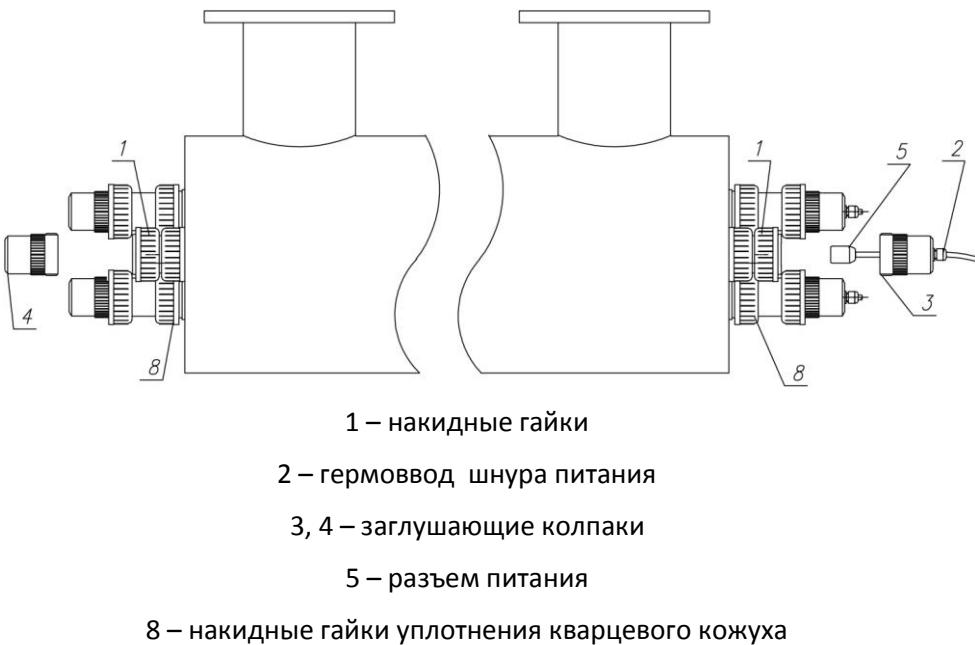

Рис. 3 Демонтаж УФ-лампы
- Открыть межфланцевую заслонку (1)
- закрыть заслонки (2) и (3) на входном и выходном патрубках УФУ
- 2) Открыть сливной шаровой кран (5) и слить часть воды до нулевого значения давления по манометру (4) , если необходимо (см. Рис. 3).
- 3) Открутить разъемное соединение (6) и засыпать в промывной трубопровод моющего средства (щавелевая кислота ГОСТ 22180-76) из расчета 200г на одну промывку.
- 4) Закрутить плотно разъемное соединение (6) на место
- 5) Открыть промывочные шаровые краны (7) и (8). Приоткрыв межфланцевую задвижку (2) заполнить промывной трубопровод и насос до давления не более 1 Бар. Заполнение насоса (9) визуально проконтролировать через прозрачную крышку префильтра. После чего закрыть заслонку (2)
- 6) Включить насос автоматом QF2 внутри шкафа УФУ. При этом давление в магистрали промывки не должно превышать 1 бар (избыток сбросить при помощи шарового крана (5)
- 10) Опорожнить установку, открыв кран (5). Для наилучшего выхода воды из установки откройте на 5 сек.разъемное соединение (6), если это необходимо
- 11) Закрыть кран (5)
- 2) Ослабить уплотняющую гайку на гермоводе (2) (см. Рис. 3)
- 3) Отвинтить гайки (1) на обеих торцах реактора и снять колпаки (3, 4)
- 4) Отсоединить разъем питания (5) от лампы
- 4) На противоположный конец лампы надеть центрирующее кольцо (7), зафиксировать тем самым лампу внутри кварцевого кожуха (10)
- 5) Соединить разъем питания (5) с штырьковыми контактами на цоколе лампы (6) (см. Рис. 3)
- 6) Затянуть накидную гайку (1) по резьбе заглушающего колпака (3) (см. Рис. 3)
- 7) Затянуть накидную гайку на резьбе заглушающего колпака (4) (см. Рис. 3)
- 8) Затянуть гайку гермоввода шнура питания (2) , (см. Рис. 3)